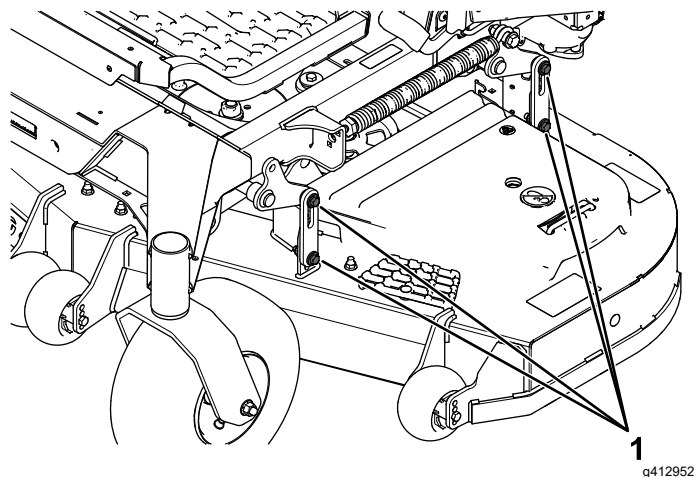

Bild 86
16. Lösen Sie die Schrauben (**Bild 86**) an allen vier Ecken und stellen Sie sicher, dass das Mähwerk fest auf allen vier Blöcken sitzt.